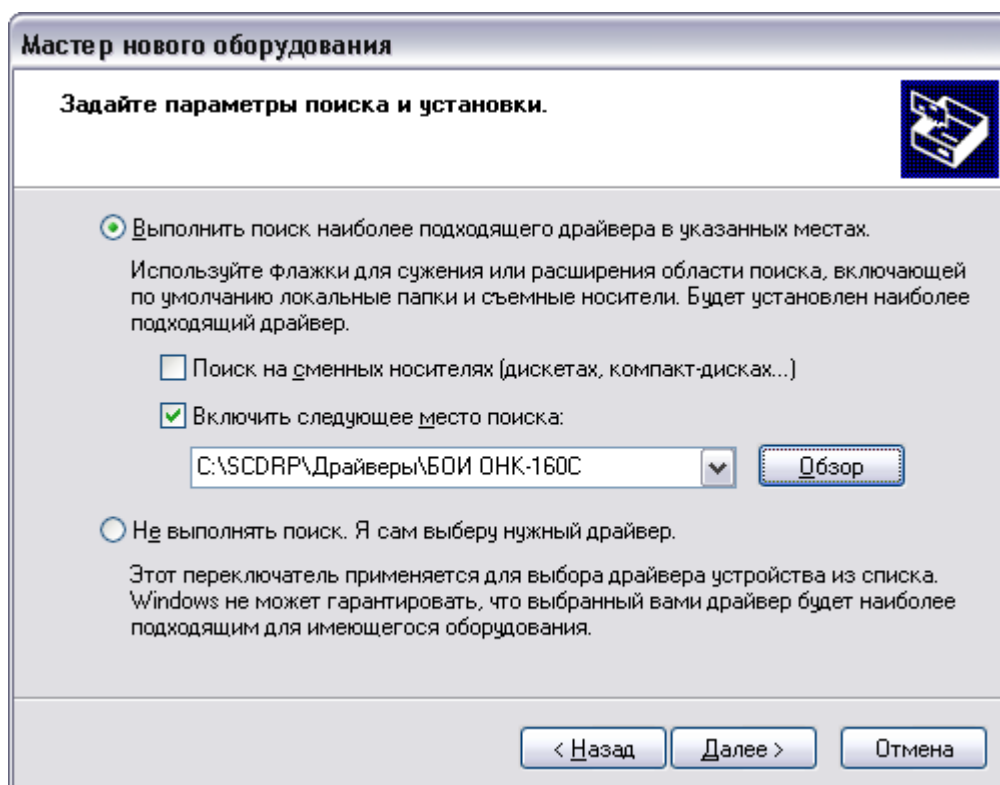

Рисунок 15.
9. В появившемся окне (Рисунок 15) и нажать кнопку «Далее».